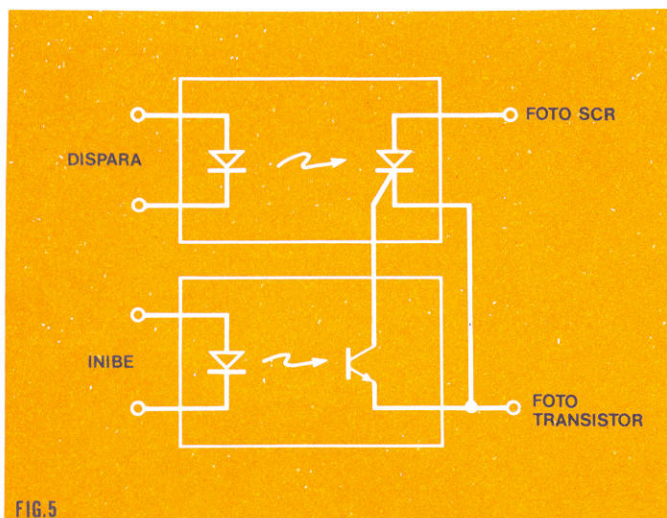

FIG. 5
B. Desativamento de um SCR (fig. 5):